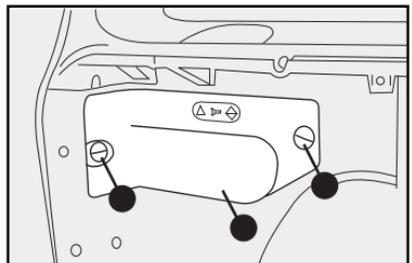

fig. 22
16) Para Palio Weekend, recolocue la tapa **B-fig. 22** apretando los tornillos.